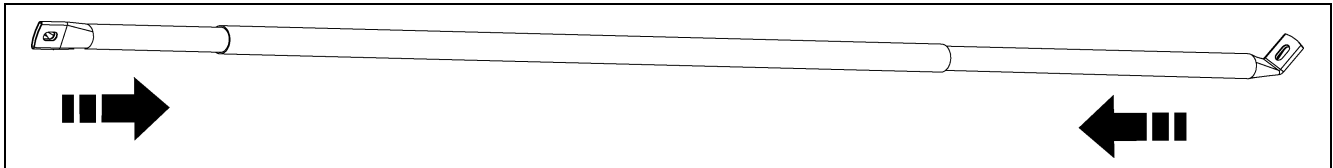
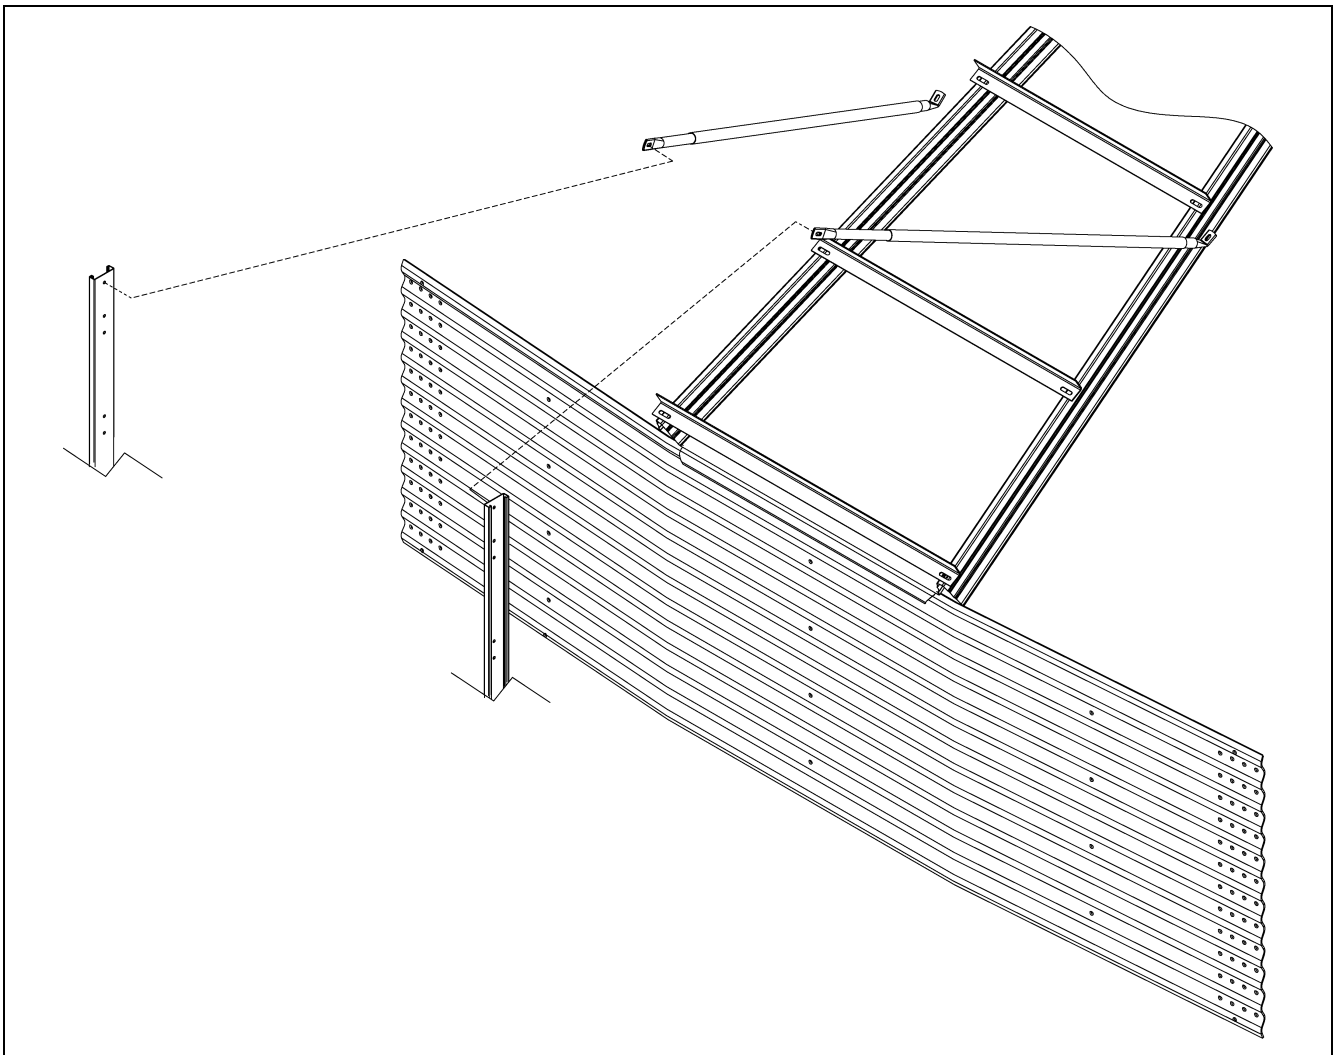

Figura 5F
Figura 5G
(Vea Figura 5F.) Inserte los tubos pequeños en el interior de los tubos grandes y una uno de los tubos pequeños a la parte superior del riel de extensión de la escala. Ajuste los otros tubos pequeños para que así el fondo del tubo aplanado llegue al panel del techo o azotea. Perfore en el campo cuatro (4) orificios de 5/16 de pulg. en ambos tubos, pequeños y grandes, y únalos entre sí utilizando pernos y tuercas de 1/4 pulg. x 1-1/2 pulg. Esto evitará que se deslicen los soportes ajustables. (Vea Figura 5G.)